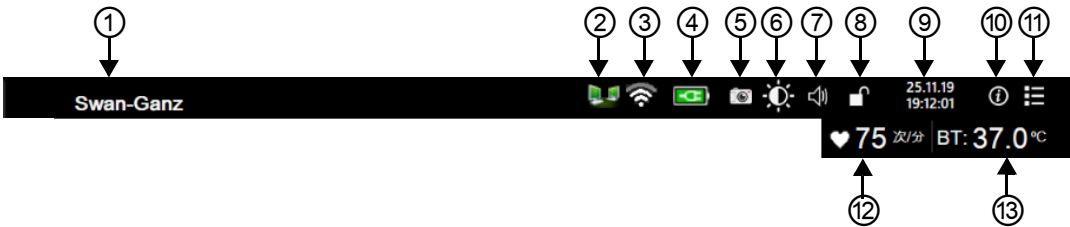
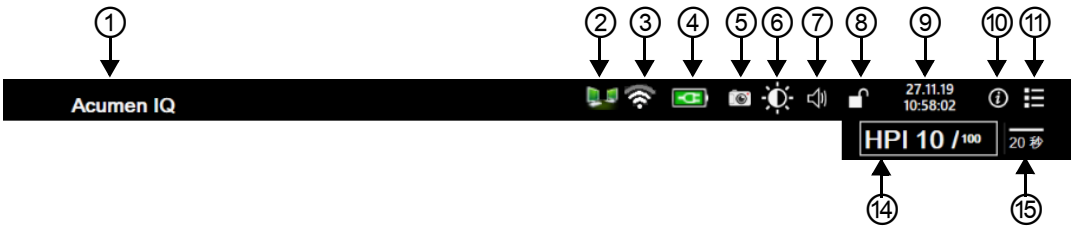

图 5-25 信息栏 - HemoSphere Swan-Ganz 模块
图 5-26 信息栏 - HemoSphere 压力缆线
信息栏显示在所有活动监控屏幕和大多数临床工具屏幕上。它会显示当前时间、日期、电池状态、屏幕亮度菜单快捷方式、报警音量菜单快捷方式、帮助屏幕快捷方式、事件查看快捷方式和锁定屏幕符号。如需关于切换监护模式的信息，请参阅第 90 页的*选择监护模式*。当使用 HemoSphere Swan-Ganz 模块进行监测时，参数信息栏可能会显示血液温度和从属心率。当使用 HemoSphere 压力缆线进行监测时，在 FloTrac 传感器监护模式中，参数信息栏可能会显示 CO/血压平均时间和 HPI 参数值。如需关于高级功能 Acumen 低血压预测指数 (HPI) 功能的详细信息，请参阅第 176 页的*Acumen 低血压预测指数 (HPI) 软件功能*。当监护仪连接有激活的 HIS 或 Wi-Fi 时，会显示相应的状态。请参阅第 120 页的表 8-1 以了解 Wi-Fi 状态符号，参阅第 94 页的表 5-5 了解 HIS 连接状态符号。图 5-25 展示了使用 HemoSphere Swan-Ganz 模块结合从属 ECG 心率进行监测时的信息栏示例。图 5-26 显示了使用 HemoSphere 压力缆线进行监测时的信息栏示例。
- ⑥ 屏幕亮度
⑦ 报警音量
⑧ 锁定屏幕
⑨ 日期/时间
⑩ 帮助菜单
- ⑪ 事件查看
⑫ 心率
⑬ 血液温度
⑭ HPI 参数
⑮ 平均时间
**注释** 图 5-25 和图 5-26 是采用美国标准默认设置的信息栏示例。要查看所有语言的默认值，请参阅第 248 页上的表 D-6 “语言默认设置”。